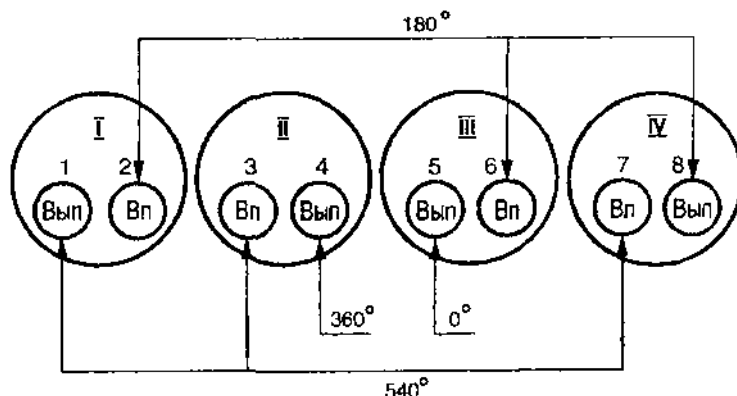

Рис. 2.23.2. Регулировка механизма привода клапанов I-IV цилиндров; 1-8 клапаны (вып. - выпускной, вп. - впускной); 0°-540° углы поворота коленчатого вала.
3.3. После регулировки зазора в выпускном клапане третьего цилиндра последовательно проворачивать коленчатый вал на 180° и регулировать зазоры, соблюдая очередность, указанную в таблице 2.23.1 и на рис. 2.23.2.